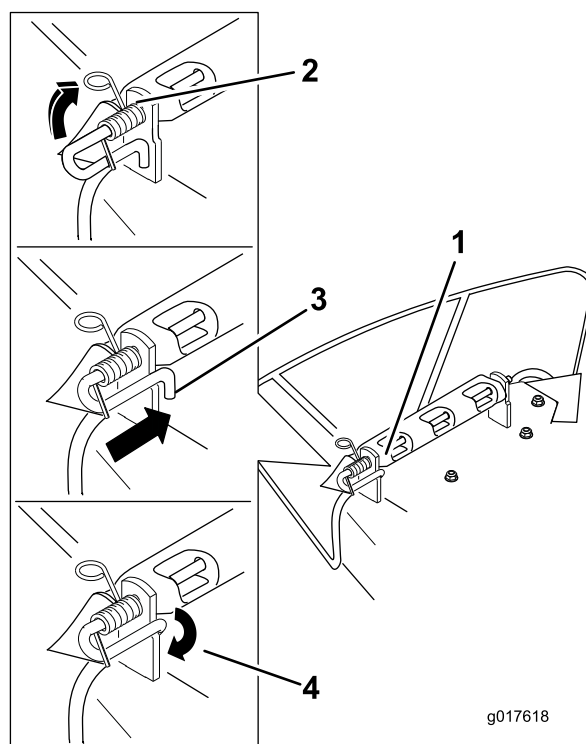

**Figura 65**
1. Desenganche el muelle de la muesca del soporte del deflector, y retire la varilla de los soportes soldados de carcasa, el muelle y el deflector de descarga (Figura 65).